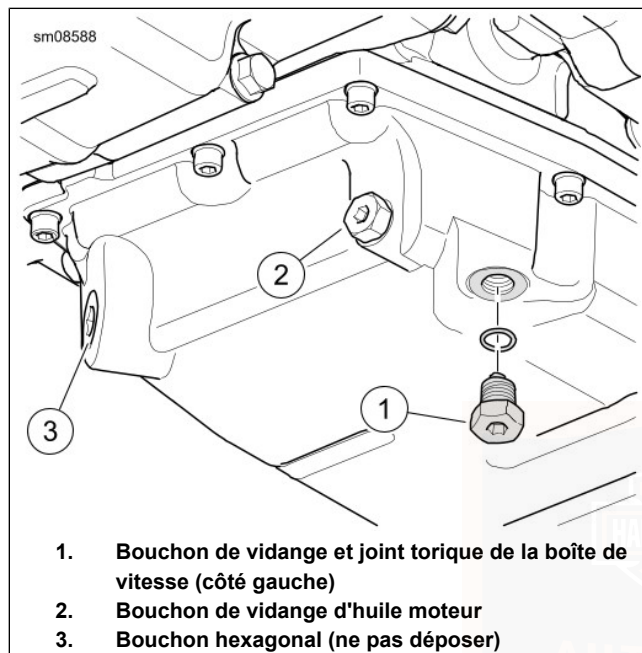

Figure 69. Vidange de la boîte de vitesse
2. Voir Figure 69. Enlever le bouchon de vidange de la transmission. Vidanger la transmission.